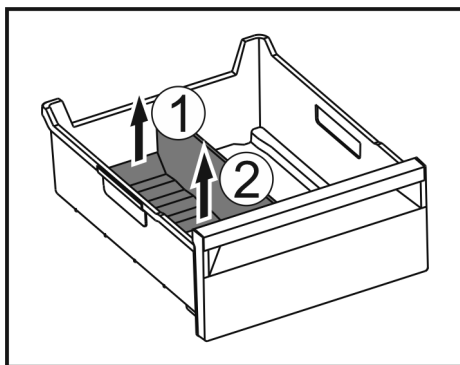

Fig. 99
- ▶ Podnieść tylną część separatora do szuflady na lód. Fig. 99 (1)
- ▶ Separator do szuflady na lód podnieść do góry. Fig. 99 (2)